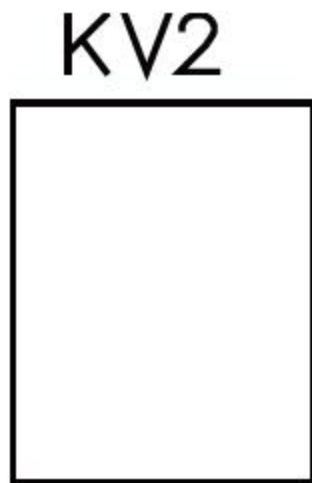

图9-54 修改文字
- 03 选择菜单【修改】|【复制】命令，复制元器件。接着双击文字，进入编辑模式，将KV1改为KV2，如图9-54所示。